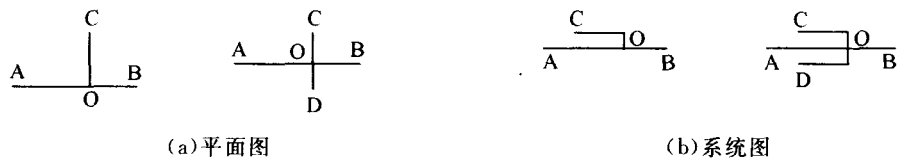

图 1-5 三个及以上线段相交表示方法
(2)在平面图中三个及以上线段相交,展开系统原理图在相交处用短垂线表示,表示方法见图 1-5。